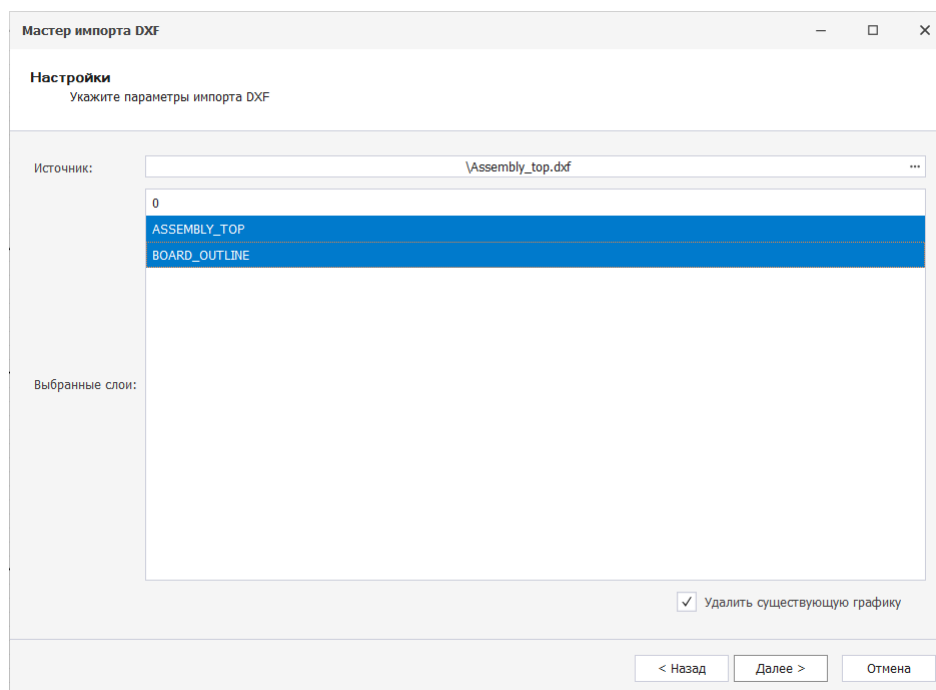

Рис. 51 Выбор слоев для импорта
5. В поле «Слои» представлен список слоев .dxf файла, доступных для импорта. Выберите необходимые и нажмите кнопку «Далее», см. Рис. 51.